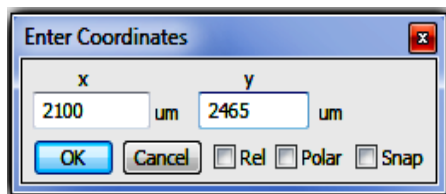

Рис. 48
- Поместите курсор мышки (на нём отображаются координаты положения курсора) и нажмите клавишу **Tab**. В открывшемся окне ввода координат (рис. 48)